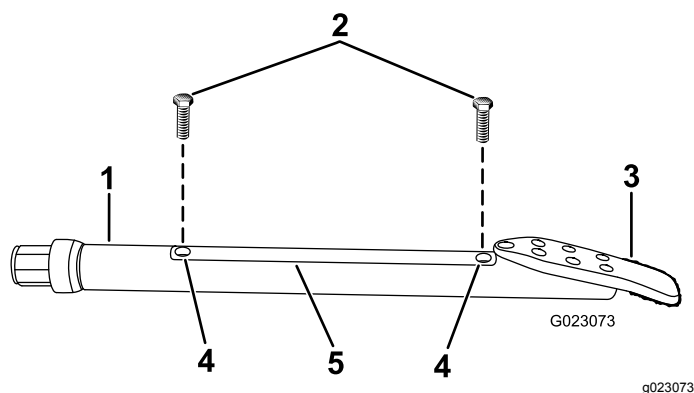

Figure 58
2. Desserrez les vis qui fixent le couvercle du porte-sonde au porte-sonde et déposez le couvercle (Figure 58).
4. Reposez le couvercle du porte-sonde et fixez-le au moyen des vis (Figure 58).